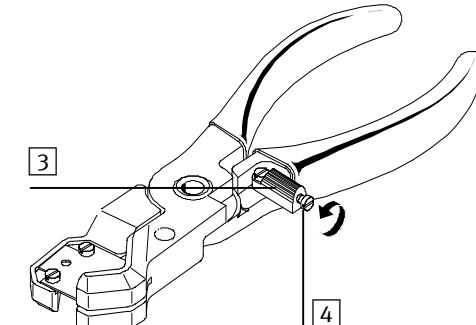

Fig. 4
- Se necessario, allentare la vite di fissaggio **[4]** del perno fino a raggiungere una pressione di contrasto necessaria per assicurare la chiusura efficace della pinza ZRS (v. Fig. 4).